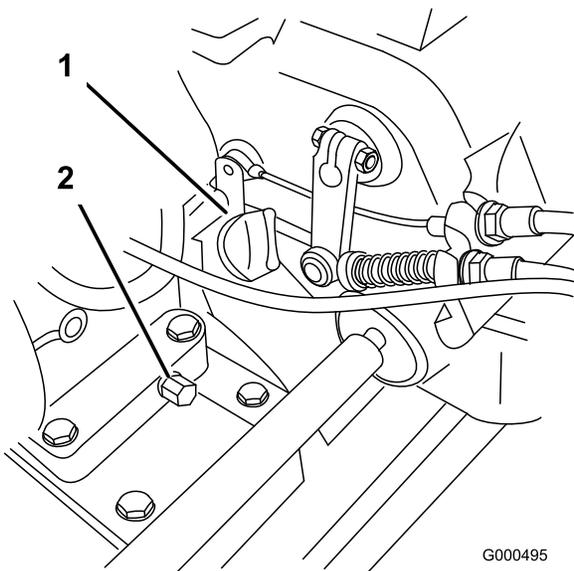

Рисунок 29
2. Установите машину таким образом, чтобы двигатель был расположен горизонтально, и очистите область вокруг масломерного щупа (Рисунок 29).
3. Извлеките масломерный щуп, повернув его против часовой стрелки (Рисунок 29).
2. В задней части машины подставьте сливной поддон под пробку сливного отверстия (Рисунок 29). Ослабьте затяжку пробки сливного отверстия.